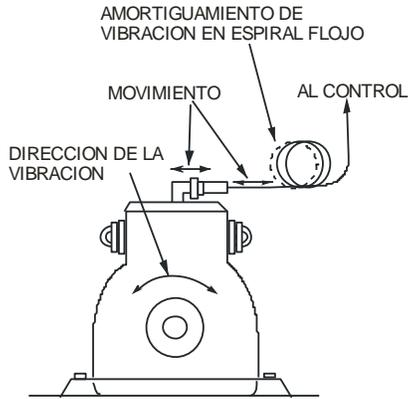

Figura 2: SEC99 Arreglo de Espiral Flojo para Amortiguamiento
- A menudo las vibraciones perjudiciales pueden ser amortiguadas con un arreglo de espiral flojo. Ver Figura 2.